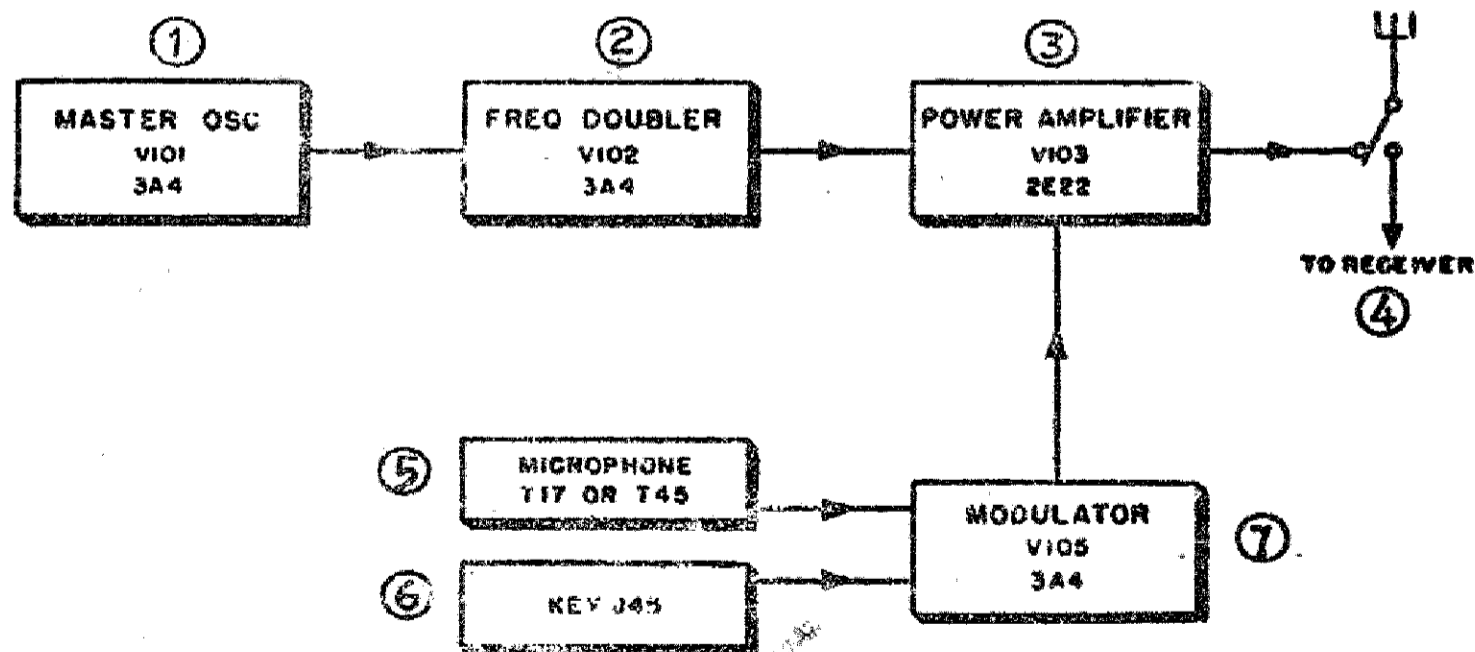

FIG. 19 - Schema dimostrativo del trasmettitore del ricetrasmittitore RT-77/GRC-9.
57- Schema dimostrativo (fig. 19).
b. SCHEMA DIMOSTRATIVO (fig. 19). — Nello schema dimostrativo si vede un'oscillatore a sintonia variabile o pilotato a quarzo; fornisce il segnale a R.F. che viene applicato alla griglia dello stadio duplicatore i cui circuiti di placca sono accordati sulla seconda armonica del segnale d'ingresso. La uscita di questo stadio è portata alla griglia dello stadio dell'amplificatore di potenza con una ampiezza tale da farlo funzionare da amplificatore in classe C. Lo stadio modulatore fornisce la tensione di B.F. necessaria per modulare, di griglia di soppressione, lo stadio di amplificazione di potenza per il funzionamento in radiofonia ed in radiotelegrafia ad onde modulate. L'uscita dello stadio dell'amplificatore di potenza, attraverso appropriati circuiti, viene accoppiata all'antenna.